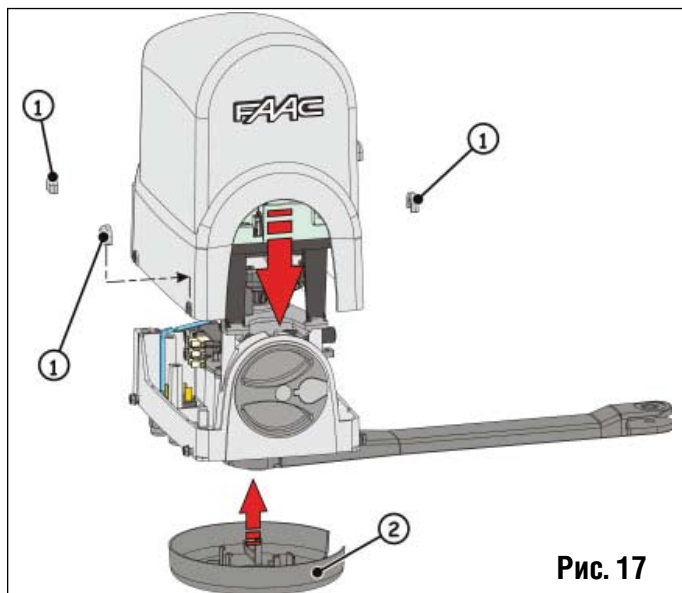

Рис. 17
- Вставьте ключ и поверните против часовой стрелки, до упора, рис. 17 п. 2
- Поверните колесо расцепителя до упора по часовой стрелке рис. 17 п. 3